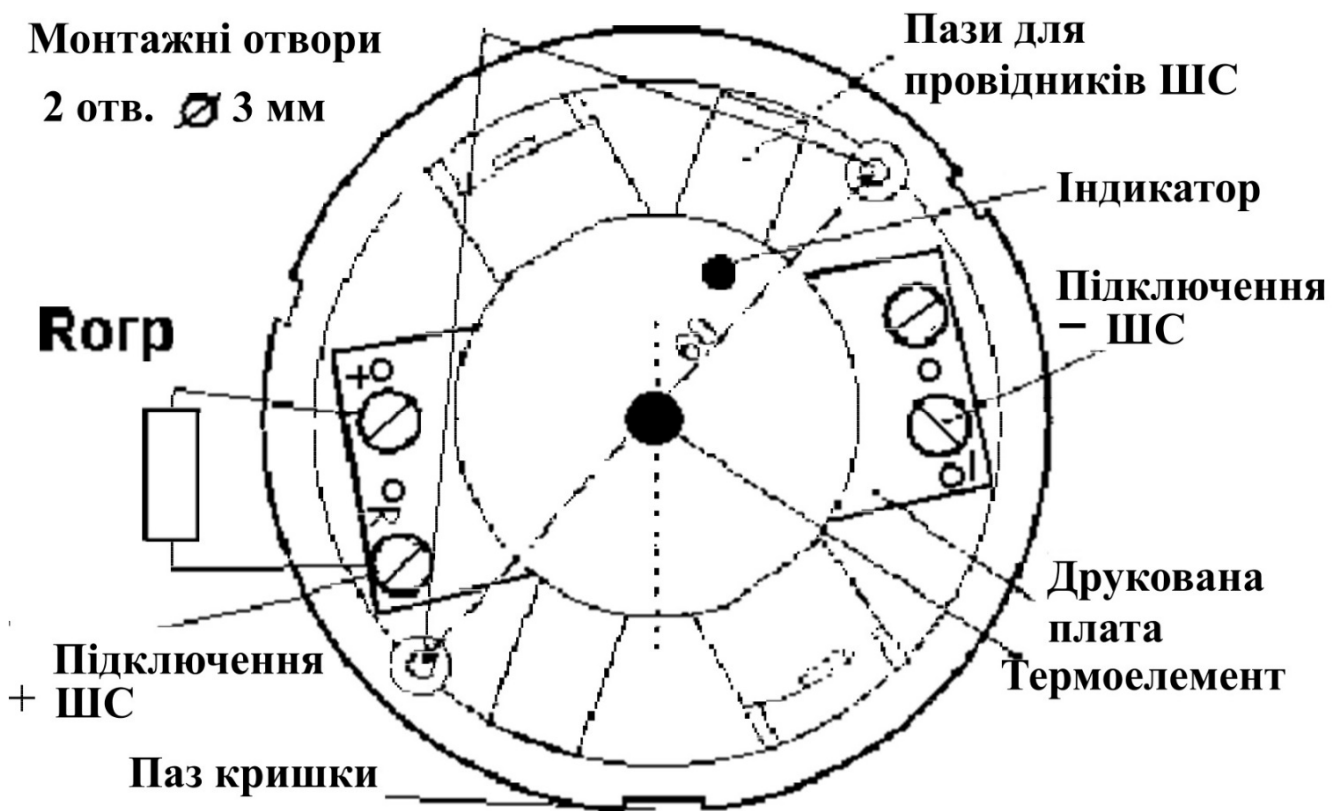

Рис. 2
5.2 Сповіщувачі розміщують з урахуванням габаритних і настановних розмірів згідно з рис. 2.